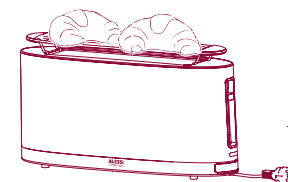

Fig. 11
- 2 Colocar no más de dos piezas por vez en la parte central de la rejilla caliente-bollos (fig. 11).